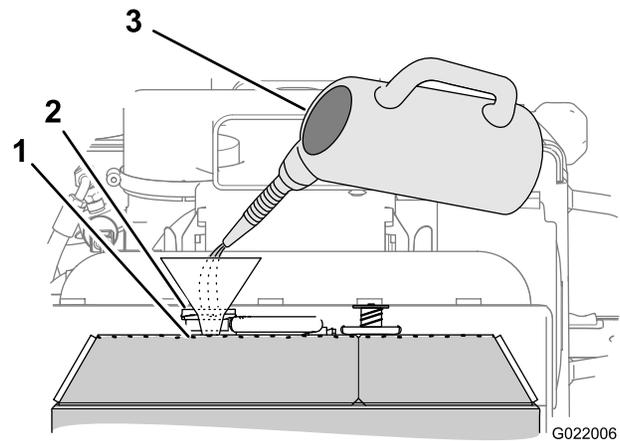

Figura 84
3. Llene el radiador de refrigeración con la mezcla de refrigerante especificada hasta que el nivel de fluido llegue a la parte superior del cuello de llenado (Figura 84).